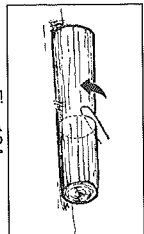

Fig. 13A
1. Grume maintenue dans sa longueur totale: Coupe depuis le haut (tronçonnage par dessus), veillant à éviter de couper dans le sol (Fig. 13A).